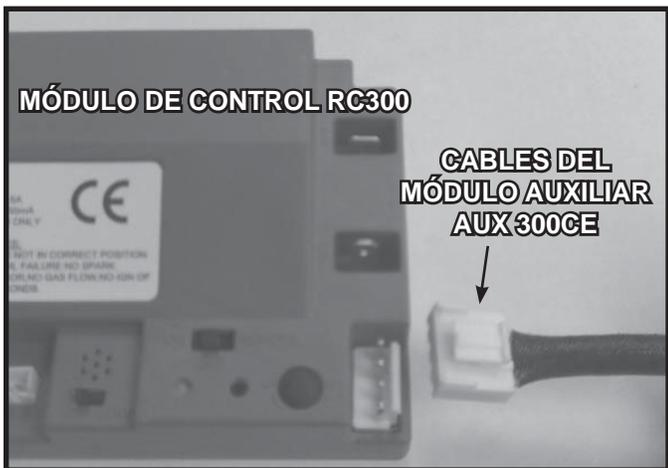

Figura 12.9 Instalación del módulo auxiliar AUX300CE
- Inserte el arnés del módulo auxiliar AUX300CE (cuatro hoyos) en el conector del modulo de control RC300 (cuatro pines). Consulte Figura 12.9.